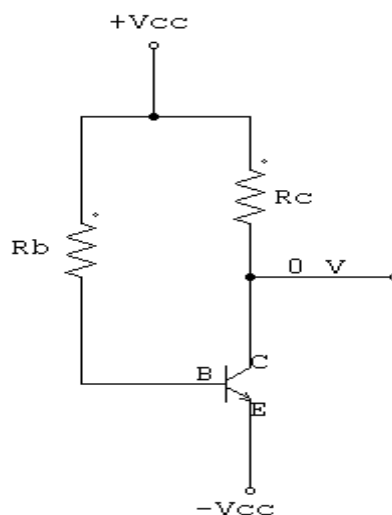

Figura 2.20
1. Monta el circuito de la Figura 2.20 y calcula el punto de trabajo. Para ello calcula: